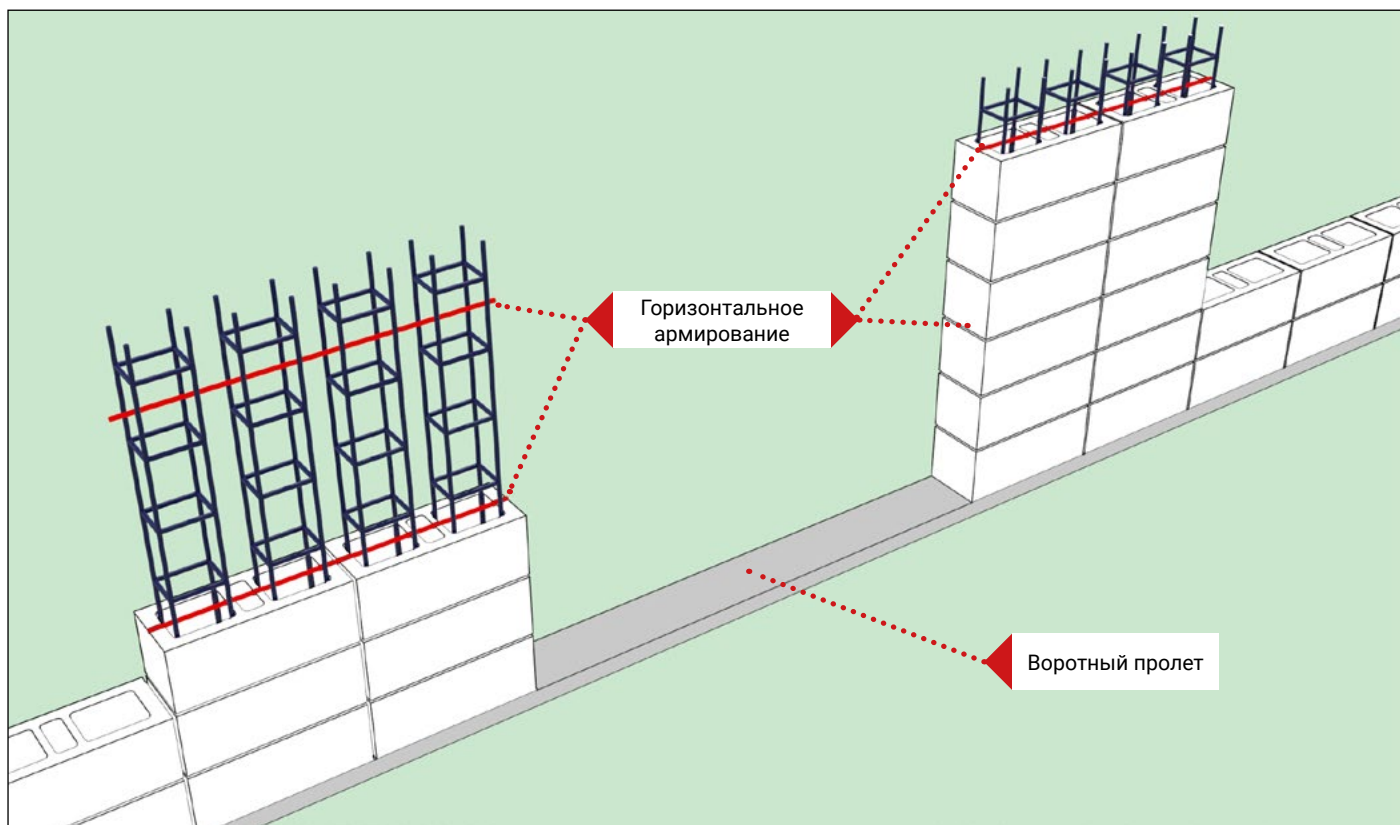

Рис. 12
8. Горизонтальное армирование применяется при возведении столбов, состоящих из 2-х и более вертикальных рядов блоков. При этом горизонтальное армирование делается в каждом третьем ряде блоков в высоту и должно связывать вертикальные ряды между собой (рис. 12).
При высоте забора свыше 2 метров рекомендуем опорные столбы проемов ворот и калиток выполнять в конфигурации двух вертикальных столбов из каменных блоков, связанных между собой горизонтально (рис. 12).